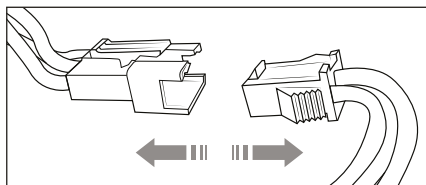

Bild 14
- 2) Koppla loss batteriets stickkontakt (se bild 14) och ta ut det ur batterifacket.